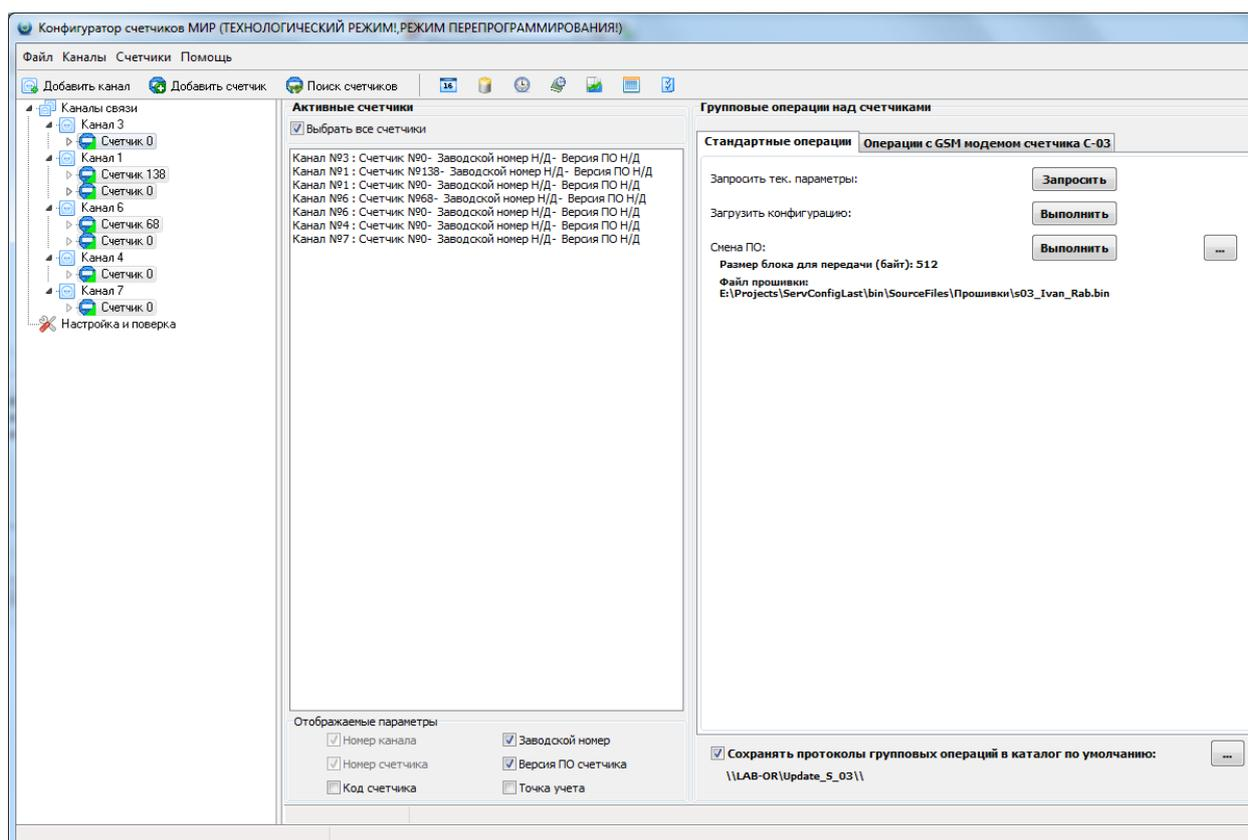

Рисунок 3.57
- *Стандартные операции* (рисунок 3.57);